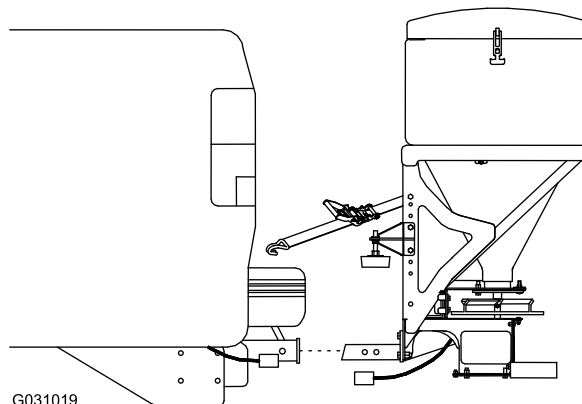

Figure 19
5. Détachez l'épandeur du dispositif d'attelage du véhicule (Figure 19).